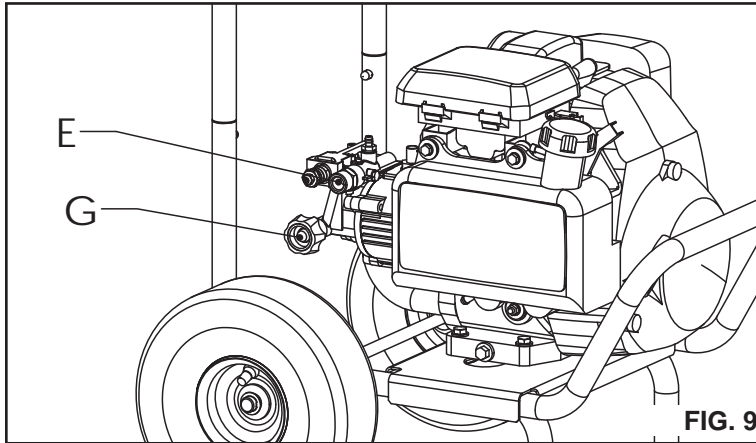

FIG. 9
5. Conecte el suministro de agua a la entrada de la bomba (G). **NOTA:** El agua suministrada debe tener un promedio de 18,925 l/min (5 galones) por minuto a 137,8 kPa. (Fig. 9)